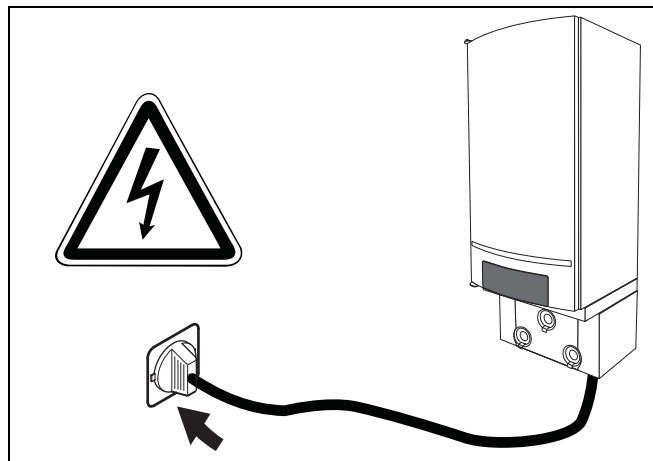

Fig. 43 Indsætning af strømstikket
- Sæt stikket til netkablet ind i schuko-stikkontakten (230 VAC/50 Hz) (fig. 43).